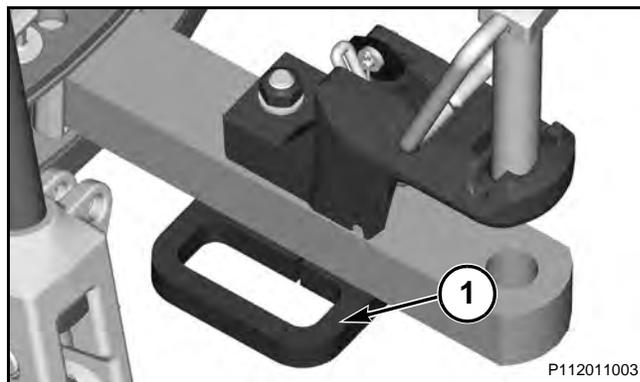

FIG. 179
FIG. 179: Cuando remolque implementos en carretera, use una cadena de transporte (1). La resistencia a la tracción mínima de la cadena de transporte debe ser al menos igual al peso bruto del implemento.